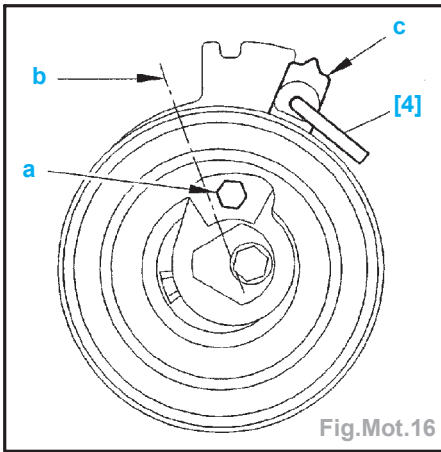

Fig.Mot.16
- A l'aide d'une clé allen placée en «a», tourner le galet tendeur dynamique de manière à mettre en place l'outil [4] (Fig.Mot.16).